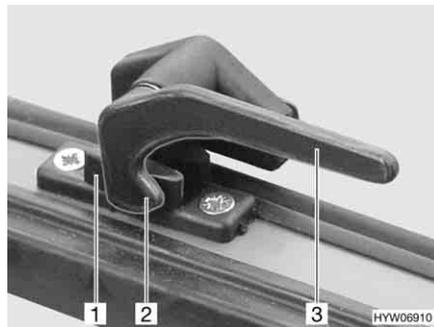

Bild 69 Verriegelungshebel in Stellung "geschlossen"
Öffnen: ■ Alle Verriegelungshebel (Bild 69,3) eine viertel Umdrehung zur Haubenmitte hin drehen.
■ Alle Verriegelungshebel (Bild 69,3) eine viertel Umdrehung zum Rahmen hin drehen. Die Verriegelungsnase (Bild 69,2) liegt auf der Innenseite der Haubenverriegelung (Bild 69,1).
- in Stellung "fest verschlossen" (Bild 69)